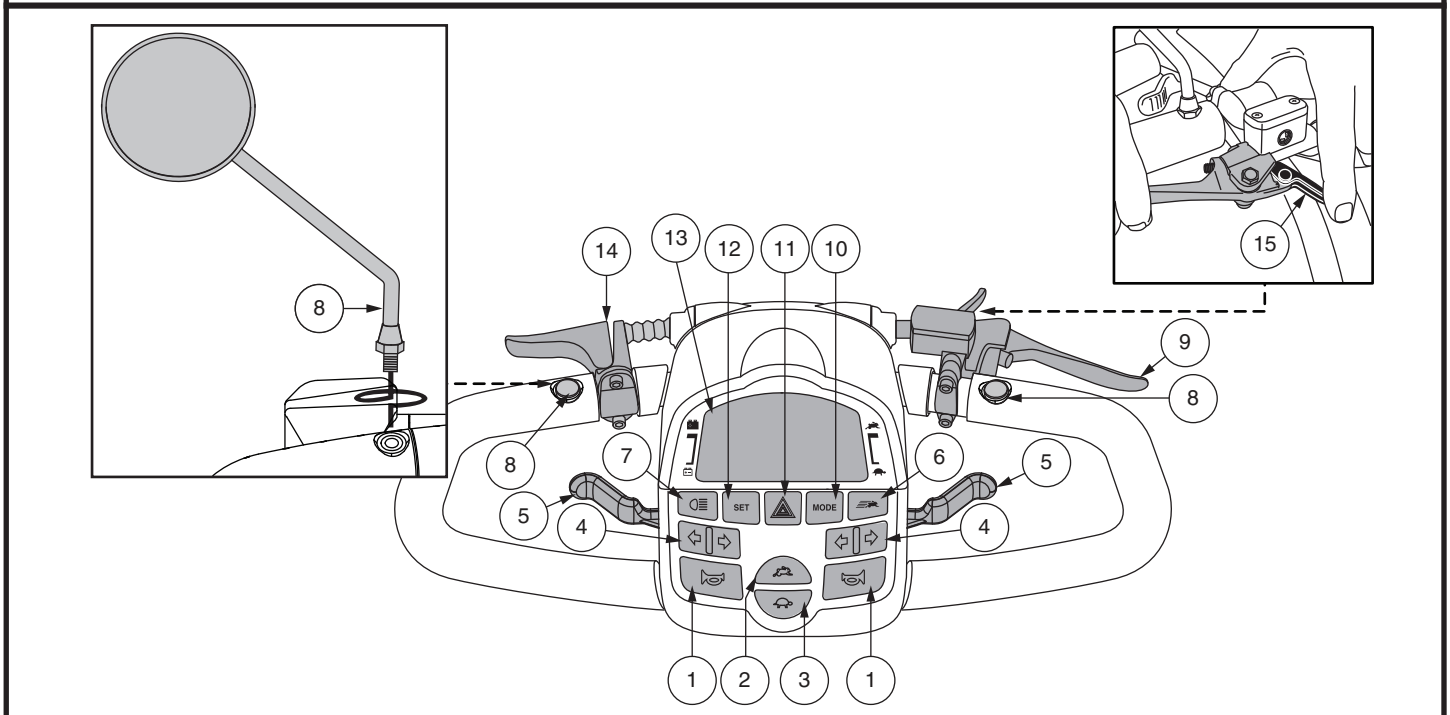

Figura 1. Panel de Control LCD
La consola del timón y el aloja todos los controles necesarios para conducir su vehículo, incluidos el panel de control de LCD, palancas de control del acelerador, el interruptor de la llave y el interruptor de la palanca de control del acelerador. Ver la figura 1.
Estas palancas le permiten controlar la velocidad de avance y la velocidad en reversa de su vehículo hasta la velocidad máxima que usted predetermine con los botones de ajuste de velocidad. Una palanca de control del acelerador se encuentra ubicada en la parte inferior de los costados izquierdo y derecho del mango del timón. Ver la figura 1.
El panel de control LCD ofrece información de retroalimentación a través de la intuitiva pantalla LCD. Ver la figura 1. La pantalla LCD también se usa durante la instalación (activación) de las distintas configuraciones del panel de control.
**NOTA:** Para programar las configuraciones del panel de control, el Indicador Hi-Low debe estar apagado, y el Indicador de Velocidad Máxima debe estar lleno. Ver la figura 1.